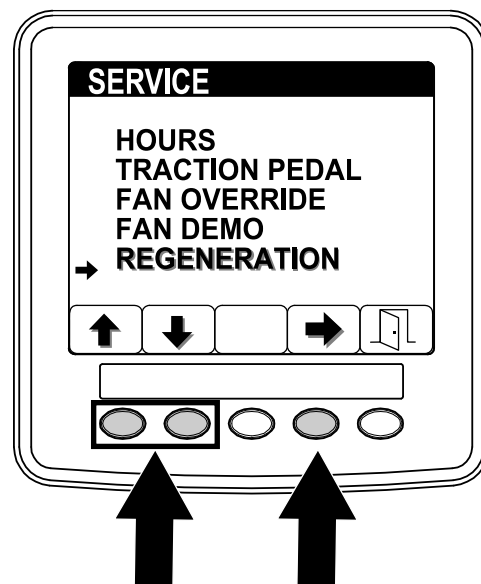

Figure 50
2. Dans le menu ENTRETIEN, appuyez sur le bouton n° 1 ou n° 2 pour naviguer jusqu'à l'option RÉGÉNÉRATION et appuyez sur le bouton n° 4 pour sélectionner RÉGÉNÉRATION (Figure 50).